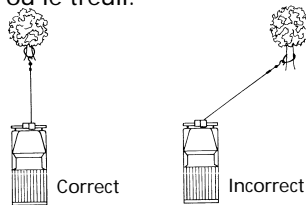

Figure 6
13. ÉVITEZ LA TRACTION CONTINUE À DES ANGLES EXTRÊMES. Ceci aura pour conséquence l'entassement du câble d'un seul côté et le tambour (Fig. 6), ce qui peut caler le câble à l'intérieur du treuil et endommager le câble ou le treuil.